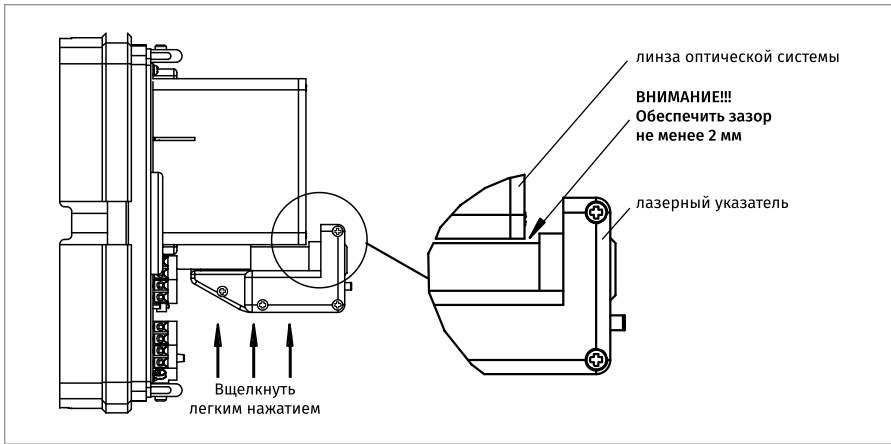

Рисунок 14.
- установить лазерный указатель в защелки оптической системы, как показано на Рисунок 14 при этом важно, чтобы лазерный указатель не касался своим корпусом линзы;